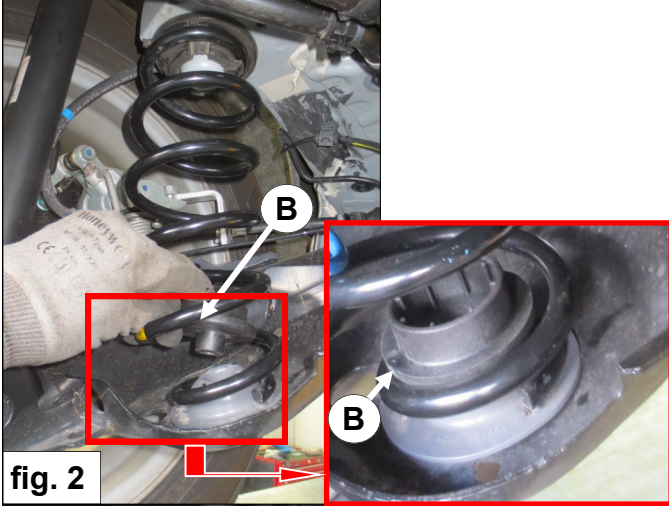

fig. 2
2. Stellen Sie Federteller **B**. Siehe Fig. 2.
2. Placez et plaquez le ressort **B**. Voir fig. 2.